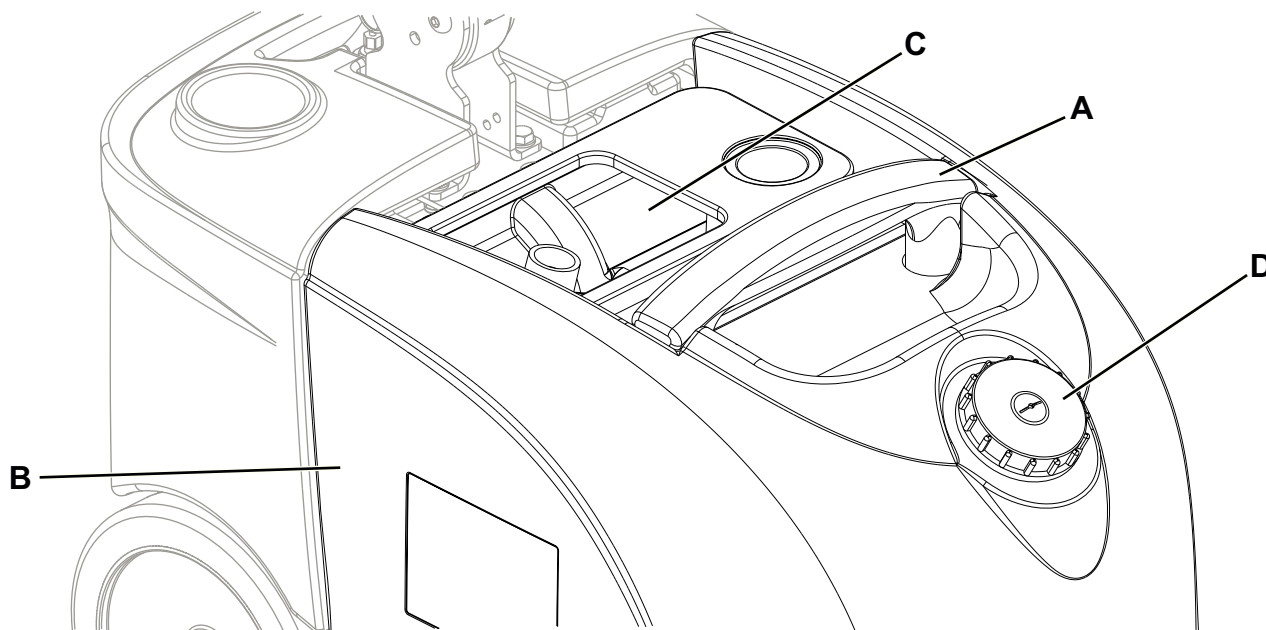

Рис. 3
1. Проверьте, что ручка выбора функции (31) повернута на «0».
3. Снимите прозрачную крышку (24).
4. Возьмитесь за ручку (А, Рис. 3) и поднимите бачок в сборе (В).
6. Откройте пробку (D) и опорожните бачок с раствором. Затем промойте бачок чистой водой.
7. Установите обратно бачок в сборе (22) на раму машины и прозрачную крышку (23).